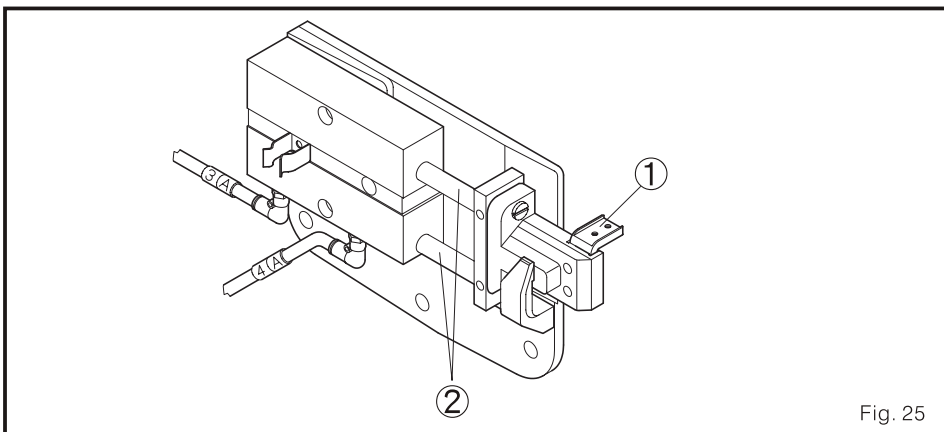

Fig. 25
- (1) Confirme que a faca pode guiar o eixo da barra conector 1 e o eixo do cilindro principal 2. Estes dois eixos devem mover atrás e diante suavemente. (fig. 25)